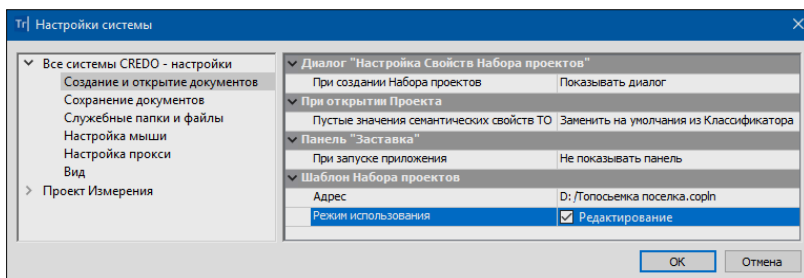

Рис. 3.24
- Шаблон НП можно использовать в двух режимах: в режиме чтения данных или в режиме редактирования (рис. 3.24).